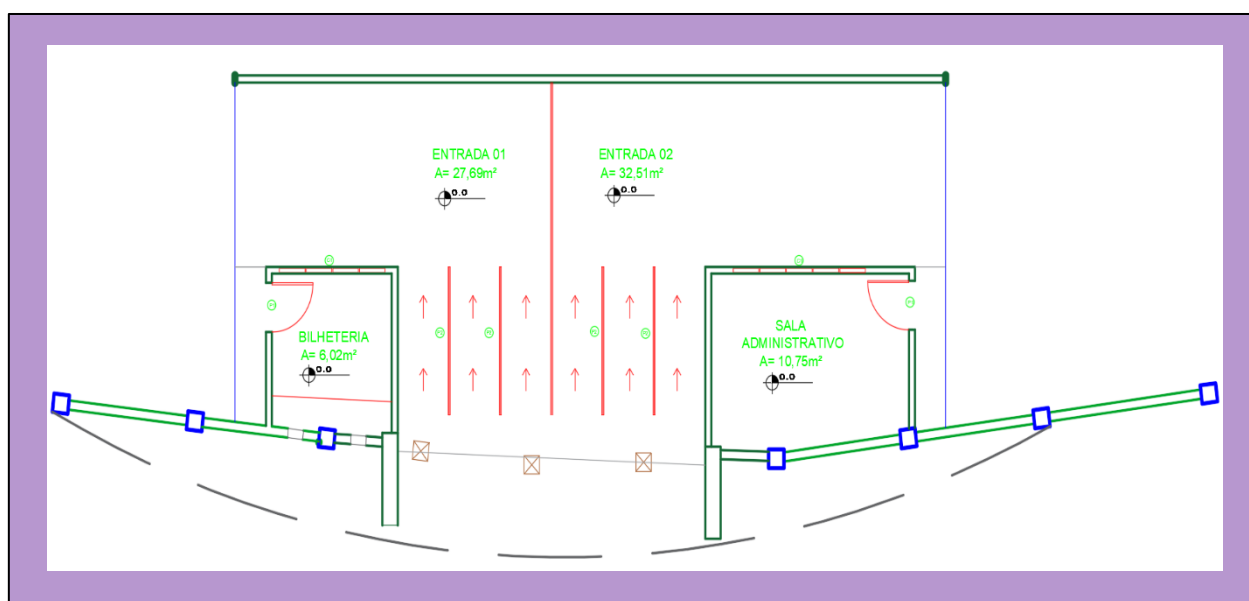

Figura 4 – Planta baixa, entrada do estádio.
➤ **Piso:** O piso dos ambientes ENTRADA 01 e ENTRADA 02 demonstrados na figura 4 serão em Revestimento Cerâmico (padrão médio) com dimensões de 0,40cm X 0,40cm cada peça ou dimensão aproximada, com textura antiderrapante na cor branca, assentados com argamassa AC3 e espaçadores plásticos em cruz de dimensão de 2mm. Será utilizado rejuntamento cimentício na cor cinza ou cor aproximada a cor da peça.
- **Parede:** A parede existente da frente do Estádio (entrada) será reutilizada, somente serão reajustadas algumas aberturas, fechamentos de alvenaria e demolições de alguns pilares para melhorar o fluxo de entrada e saída do estádio, segundo planta de demolição e construção do projeto arquitetônico. Na parede do fundo das entradas 01 e 02, como representado na figura 4, esta será construída com objetivo de quebrar a visão direta da área de jogo para as pessoas que tiverem no lado externo do estádio, tendo também função estrutural para receber a cobertura em laje que ficara apoiada sobre ela.